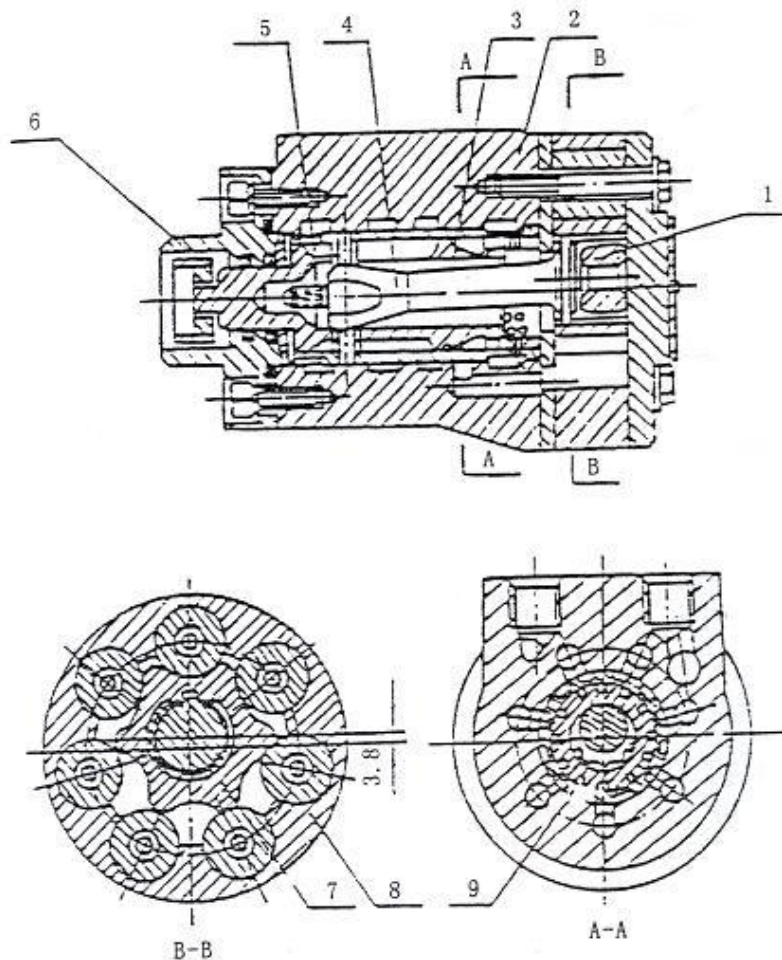

Figura 2-7 Dispositivo de control de dirección
El sistema de dirección (Figura 2-7) se compone principalmente de un volante, un eje de dirección, un dispositivo de dirección, una bomba de aceite de dirección y un puente de dirección. El eje de dirección está conectado al mecanismo de dirección mediante una junta universal, y el eje de conexión está conectado al volante mediante esta misma junta. El sistema de dirección se puede inclinar a la posición adecuada mediante la palanca (A). El eje de dirección está instalado en el bastidor trasero, con una junta de dirección a ambos lados, izquierdo y derecho, respectivamente. La junta de dirección es accionada por el vástago del cilindro de dirección a través de la biela para desviar el volante y controlar la dirección.